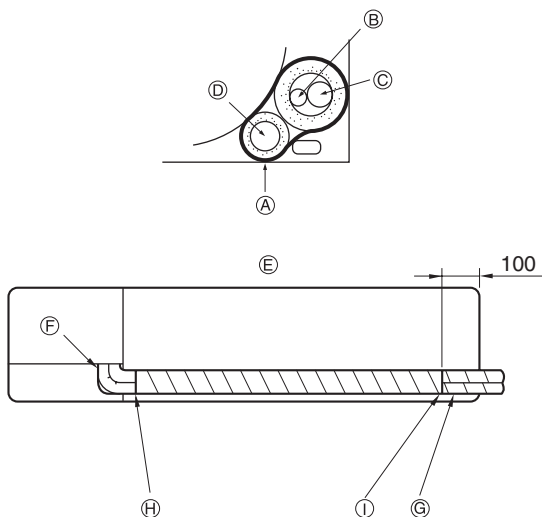

Fig. 4-5
4.4. De aanleg van de pijpleidingen voltooien (Fig. 4-5)
- (A) Viltband
- (B) Vloeistofpijp
- (C) Gaspijp
- (D) Afvoerpijpen
- (E) Van achteren gezien
- (F) Let op dat het midden van de afvoerslang niet omhoog staat.
- (G) Als de pijpen links worden aangebracht, moeten de koelstofpijpen en de afvoerpijp ieder afzonderlijk met band worden omwikkeld.